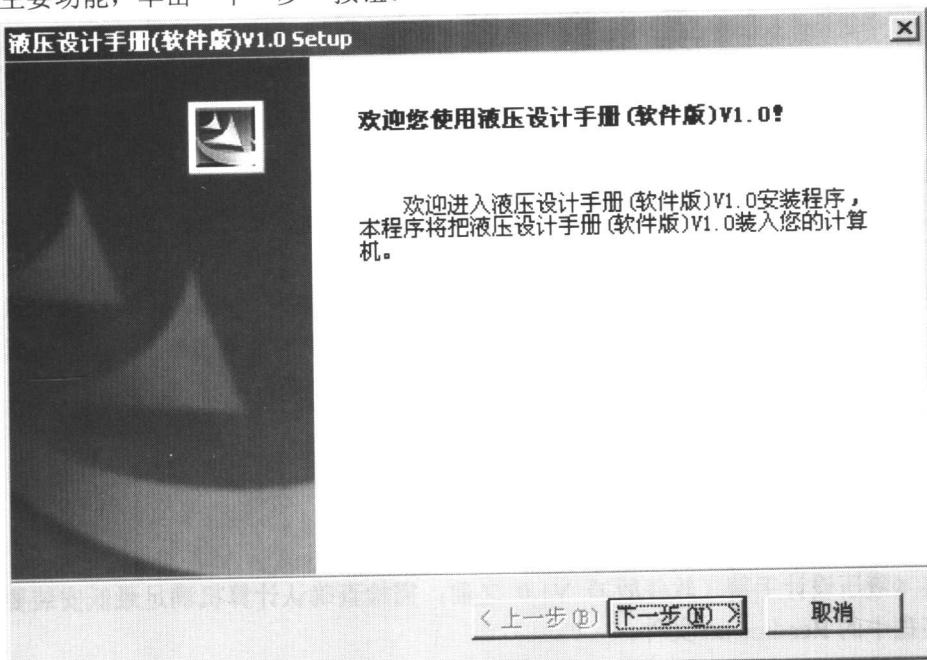

图 1.1 欢迎界面
- (1) 在 CD-ROM 驱动器中放入《液压设计手册（软件版）》V1.0 安装盘。
- (2) 如果系统没有自动运行安装程序，请双击安装盘中的安装程序 Setup.exe，用户首先看到的是欢迎界面，如图 1.1 所示。